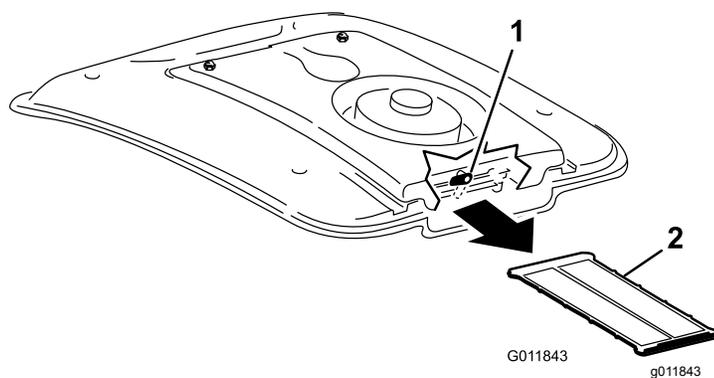

Рисунок 88
- Установите в боковое положение защелку на задней стороне опоры вентилятора (**Рисунок 88**).
- Вытяните решетку кондиционера воздуха из-под змеевика кондиционера (**Рисунок 88**).
- Тщательно очистите решетку сжатым воздухом (**Рисунок 88**).